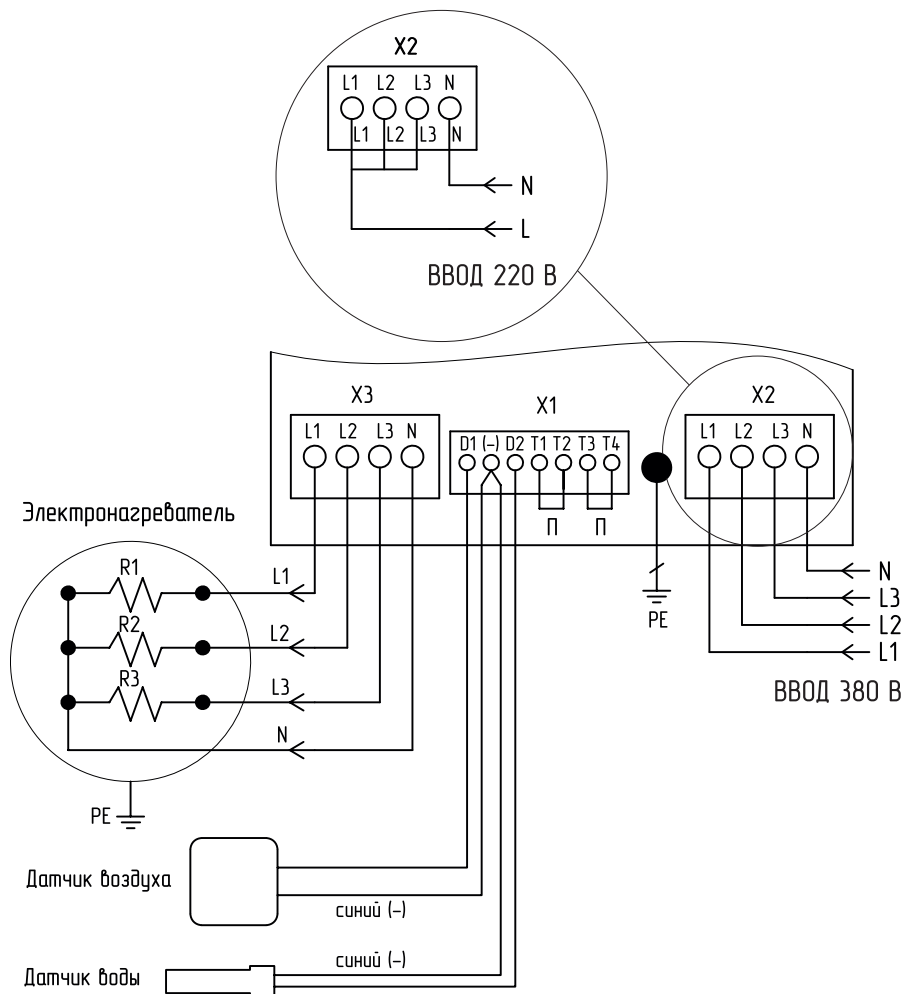

Рис.7 Схема подключения панели управления
9. Подключите панель к питающей сети кабелем соответствующего сечения, исходя из номинальной мощности котла или ТЭНБ, согласно схеме подключений (**Рис.7**) настоящего паспорта и инструкции по эксплуатации. Для обеспечения надежного контакта, места присоединения проводов необходимо тщательно затягивать. Ввод кабелей и проводов осуществляется с учетом сохранения степени защиты панели управления.
10. При подключении панели управления к однофазной сети переменного тока соедините вместе клеммы L1, L2, L3 клеммной колодки подключения силовых проводов и подключите их к фазному проводу питающей сети. Нулевой провод питающей сети подключается согласно схеме (**Рис.7**).
- Поместите в него датчик до упора, предварительно смазав термопастой (**Рис.7**);
- Подключите датчики к монтажной колодке X1 в соответствии со схемой (**Рис.7**), обращая особое внимание на полярность датчиков. Провода датчиков синего цвета, помеченные знаком (-) подключаются на клемму колодки X1, помеченную знаком (-) (**Рис.7**). Датчики подключаются медными проводами сечением 0,5-0,75 мм2 необходимой длины. При длине провода более 10 метров желательно использовать провода, свитые в пары (не более 50 метров);
12. Подключите панель к котлу или твердотопливному котлу с установленным ТЭНБ, согласно схеме подключений (**Рис.7**) кабелем соответствующего сечения, исходя из номинальной мощности котла или комплекта ТЭНБ;
13. Выполните заземление (защитное зануление) корпуса панели, в соответствии со схемой подключений (**Рис.7**).
- Нулевой рабочий провод сети (N) должен подсоединяться к колодке X2 «НЕЙТРАЛЬ» внутри панели и к общему проводу ТЭН котла или ТЭНБ;
- Подключить внешний термостат к монтажной колодке X1 вместо перемычки (П) **Рис.7**.
**Внимание!** В случае отсутствия перемычки (П) или срабатывания внешнего термостата, подключенного вместо перемычки к колодке X1 (**Рис.7**) устройство будет отключено.
- Подключить датчик перегрева теплоносителя к монтажной колодке X1 вместо перемычки (П) **Рис.7**.
**Внимание!** В случае отсутствия перемычки (П) или срабатывания датчика перегрева теплоносителя, подключенного вместо перемычки к колодке X1 (**Рис.7**) устройство будет отключено.